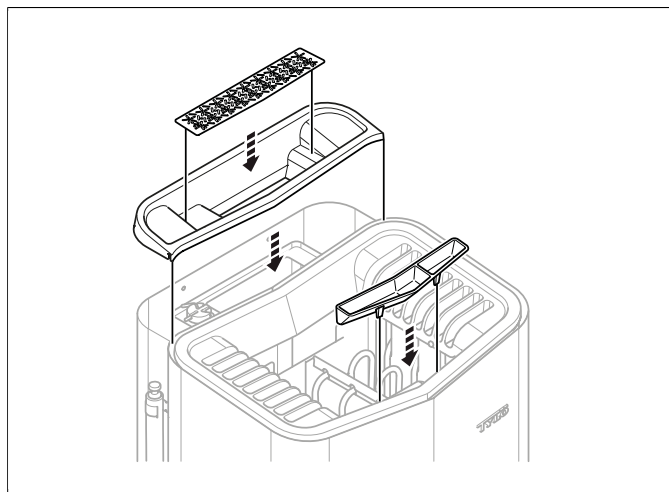

Рисунок 13: Установка крышки на бак воды, сита для трав, подставка для флакона с ароматизатором/увлажнителя воздуха
11. Установите крышку на бак воды, сита для трав и подставку для флакона с ароматизатором/увлажнитель воздуха (см. **Рисунок 13**, страница 6).